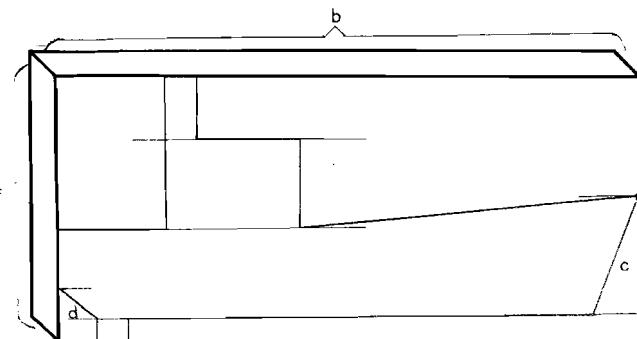

Fig. 7-2
1.2. Trazado.—Trazar suavemente con gramil las rectas *a* paralelas al lado y las rectas *b* paralelas al extremo (fig. 7.2).